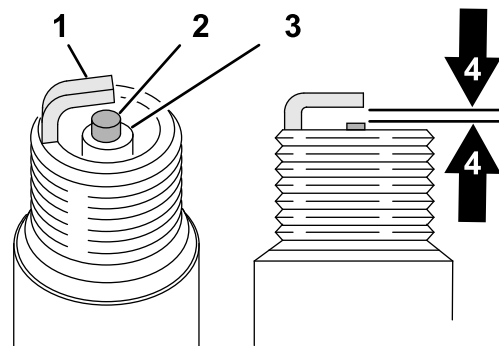

Figura 154
1. Mire la parte central de ambas bujías (Figura 154). Si se observa un color gris o marrón claro en el aislante, el motor está funcionando correctamente. Si el aislante aparece de color negro, significa que el limpiador de aire está sucio.